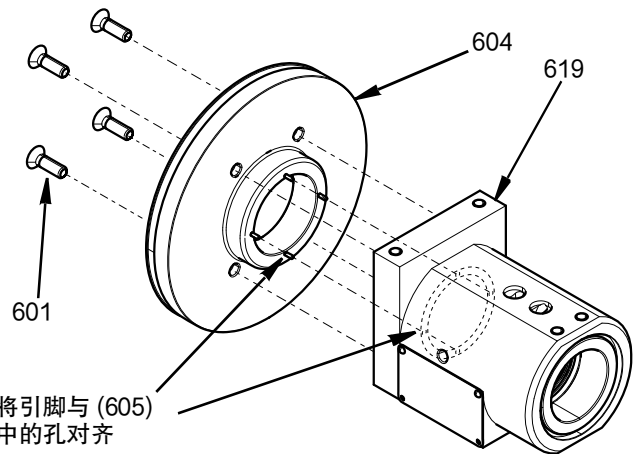

FIG. 23
3. 用四个 M5 螺丝 (601) 将轴承外壳 (604) 连接到旋转外壳 (619)。用 29.2 英寸-磅 (3.3 牛·米) 的扭力拧紧。请注意，轴承外壳中的四个销钉对准并锁到空气环分配器转换接头 (605) 的四个孔中。参见 FIG. 23。